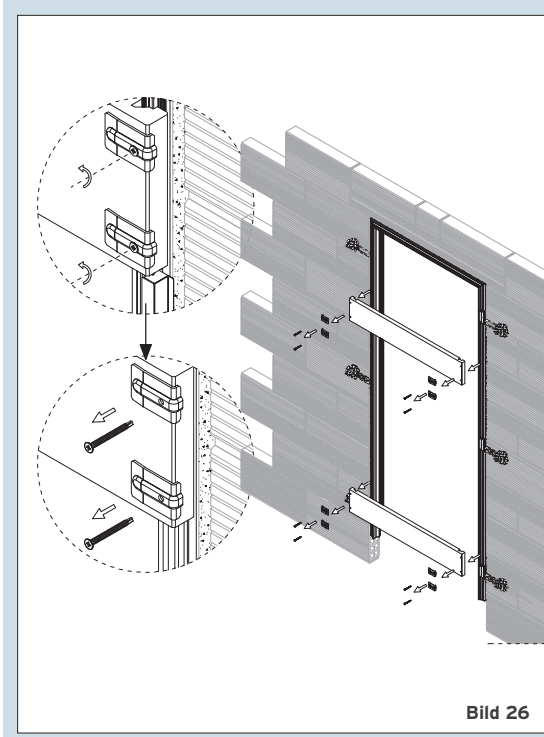

Bild 26
- 5. Aussteifer erst nach kompletter Verankerung und Aushärtung des Zementmörtels und Montageschaums entfernen (Bild 26).